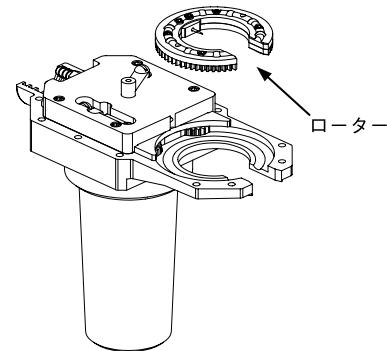

図29：ローターを取り外す
7. ローターをモーター側ウェルド・ヘッド・ハウジングから取り外します。図29をご参照ください。